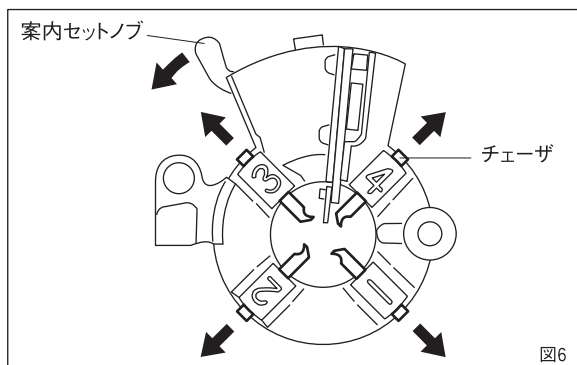

図6
a. チェーザの取外しかた (図6)
- ① ダイヘッドをオープン (切上レバーがブロック溝から外れ、チェーザが開いた状態) にしてください。
- ② 位置決めノッチを位置決めピンから外し案内セットノブを左図の矢印の方向へいっぱいに引きますと、3番と4番のチェーザが取外せます。
- ③ ダイヘッドを起すと1番と2番のチェーザが取外せます。